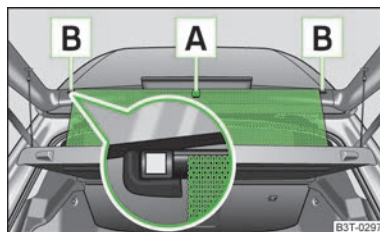

Fig. 45
- Extraer la cortinilla antisolar enrollable por el tirador A » fig. 45 y colgarla en el soporte magnético B.